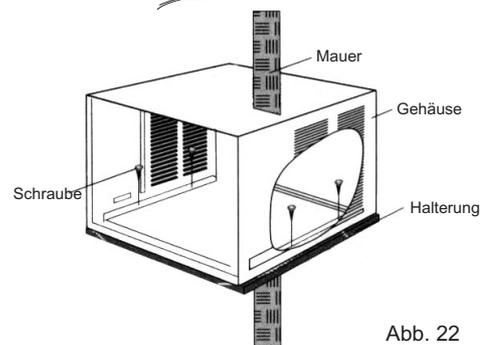

Abb. 22
3. Gehäuse auf die Konsole stellen und mit den Schrauben fixieren (siehe Abb. 22).